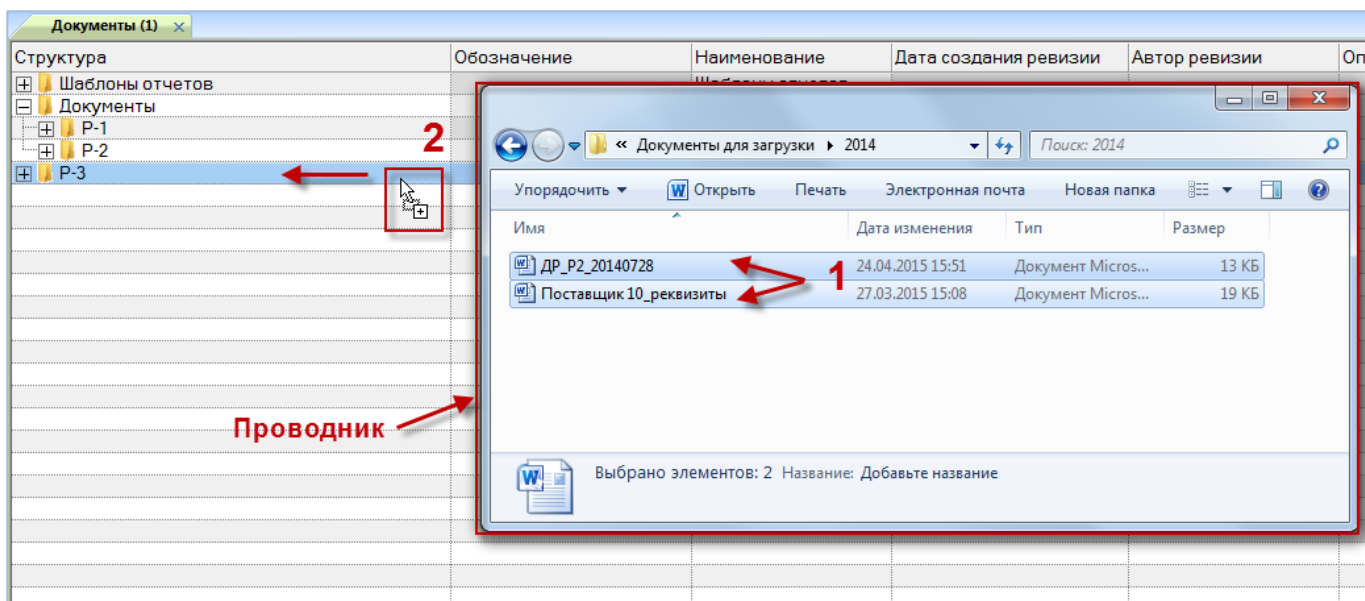

Рис. 8-6 – Создание документа из Проводника ОС Windows
- 2) Выделить в Проводнике ОС Windows файл (группу файлов) и переместить его на папку или содержимое папки в рабочее окно «Документы» (рис. 8-6).